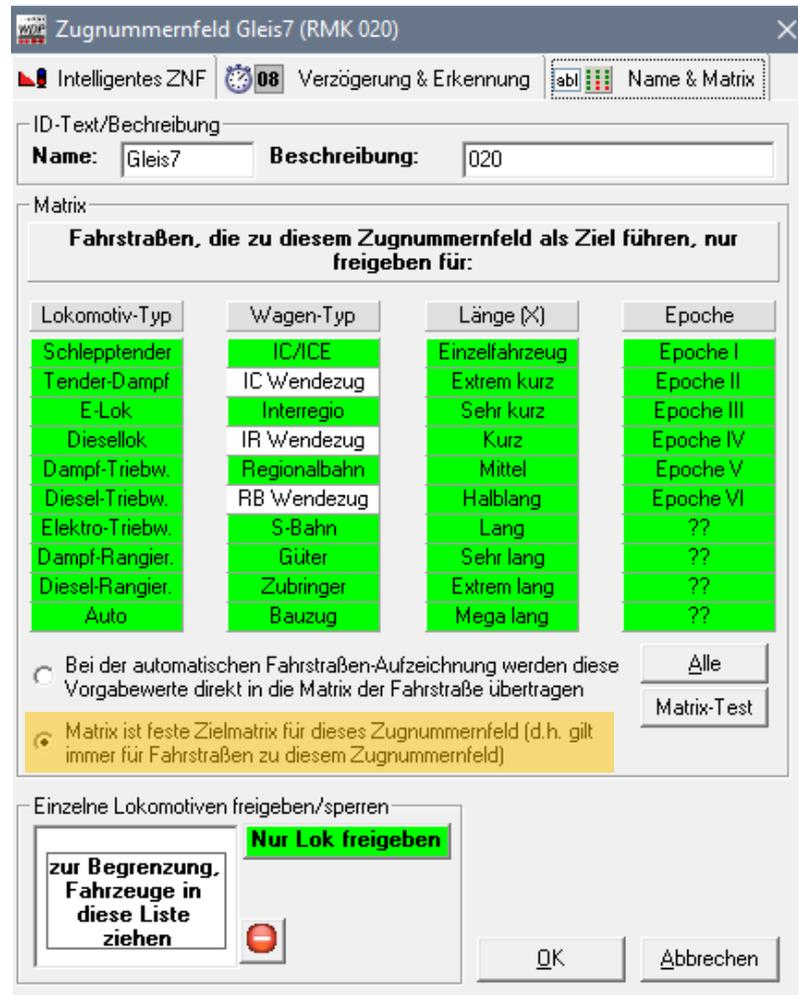

Abb. 8.1
1. Es dürfen nur iZNF verwendet werden. Alle Längenangaben der RMK müssen eingetragen und es muß die Zielmatrix gewählt sein (Abb. 8.1 / gelbe Markierung). Sperrungen oder Freigaben von einzelnen Loks müssen auch im iZNF eingetragen werden. Wird das Gleis im FDL-SBS in beiden Richtungen betrieben, dann muß das iZNF auch für beide Richtungen konfiguriert werden. iZNF in Stumpfgleisen, werden nur für eine Richtung konfiguriert.
In diesem Beispiel-Projekt wurden die Wendezüge über die Matrix verifiziert, damit in die Stumpfgleise nur Züge einfahren, die auch rückwärts wieder ausfahren dürfen. Dadurch müssen aber einige Matrixzeilen doppelt vorhanden sein. Zum Beispiel ‚Interregio‘ und ‚IR Wendezug‘ (Abb. 8.1). Wer diese Doppelung nur für den FDL-SBS benötigt, kann die Einfahrtssperre auch anders lösen und somit die eingesparten Matrix-Zeilen für andere Zugarten verwenden. So reicht es aus, bei dem Zug in der Zugzusammenstellung die Option ‚Zug darf nicht automatisch gewendet werden‘ zu aktivieren. Ist das der Fall, dann wird ein solcher Zug auch in kein Stumpfgleis einfahren.